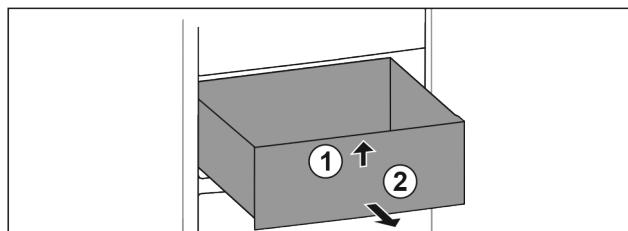

Fig. 95
- Nadvihnite zásuvku vpred. Fig. 95 (1)
- Odoberte zásuvku dopredu. Fig. 95 (2)